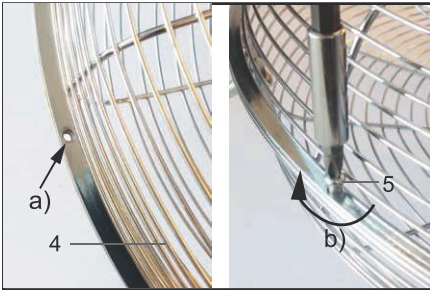

Fig.26: Montaggio griglia di protezione
I fori delle due metà devono sovrapporsi. Si veda fig. 26 a).
5. Innanzitutto inserire tutte le viti a croce (5) negli appositi fori delle due metà della griglia.
6. Poi stringere le viti in sequenza diagonale ruotandole in senso orario, fig. 26 b).